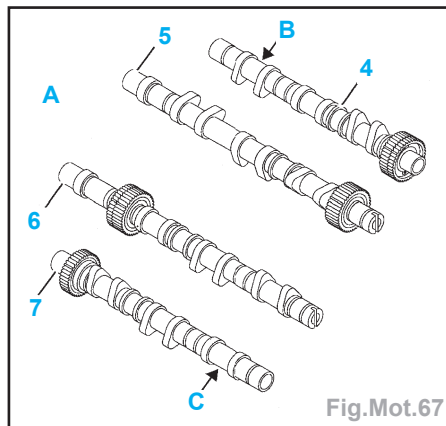

Fig.Mot.67
- Reposer les arbres à cames en les positionnant correctement (Fig.Mot.67).